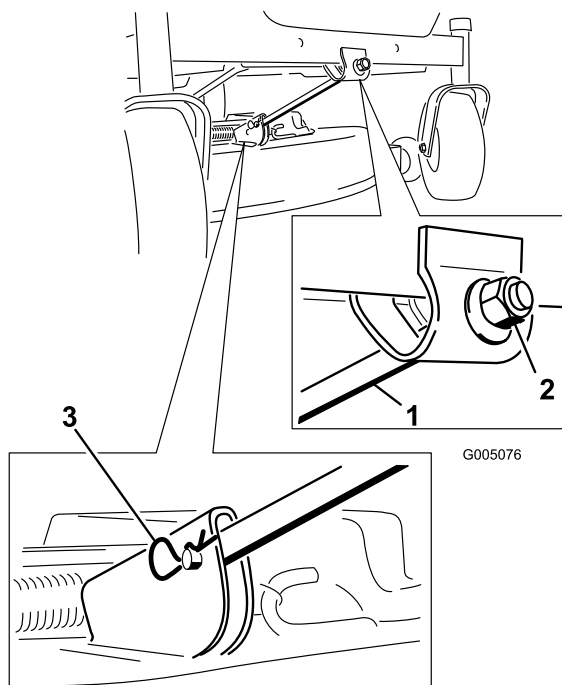

Bild 53
4. Entfernen Sie den Splint und den Lastösenbolzen von der vorderen Stützstange (Bild 53). Lassen Sie die Vorderseite des Mähwerks vorsichtig auf den Boden ab.
- Befestigen Sie die vordere Stützstange mit den Lastösenbolzen und Splints am Mähwerk (Bild 53).